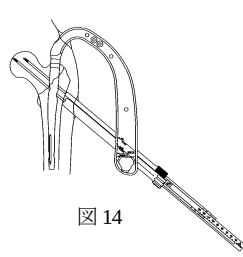

図 14
- 12) ガイドピンスリーブ (内筒) を抜き、スリーブ (外筒) 先端を骨面に押し当て、ターゲットデバイスのつまみにて確実に固定します。スリーブ (外筒) 後端に 3.2 ガイドピンデプスゲージを押し当て、ガイドピン刺入深さを計測します。(図 14)